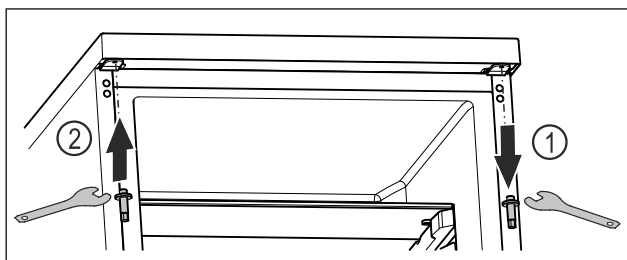

Fig. 18
- ▶ Extrageți prin rotire bolțul superior cu cheia cu hexagon exterior. Fig. 18 (1)
- ▶ Însurubați ferm bolțul pe partea opusă cu cheia cu hexagon exterior. Fig. 18 (2)